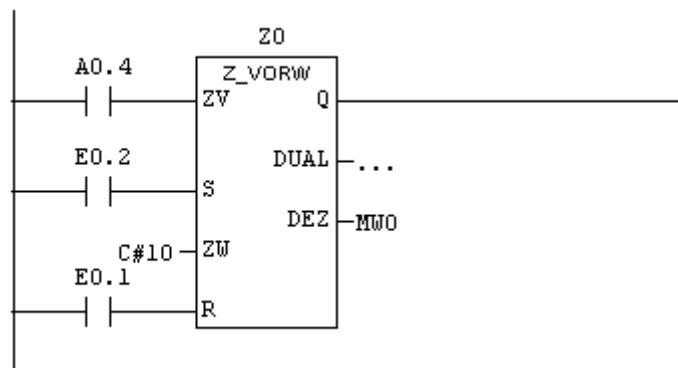

Figura 49. Incrementar contador (Z_VORW)
a) La programación en cada bloque de contactos se realizará en el orden de izquierda a derecha, tal y como queda indicado en la figura 49.